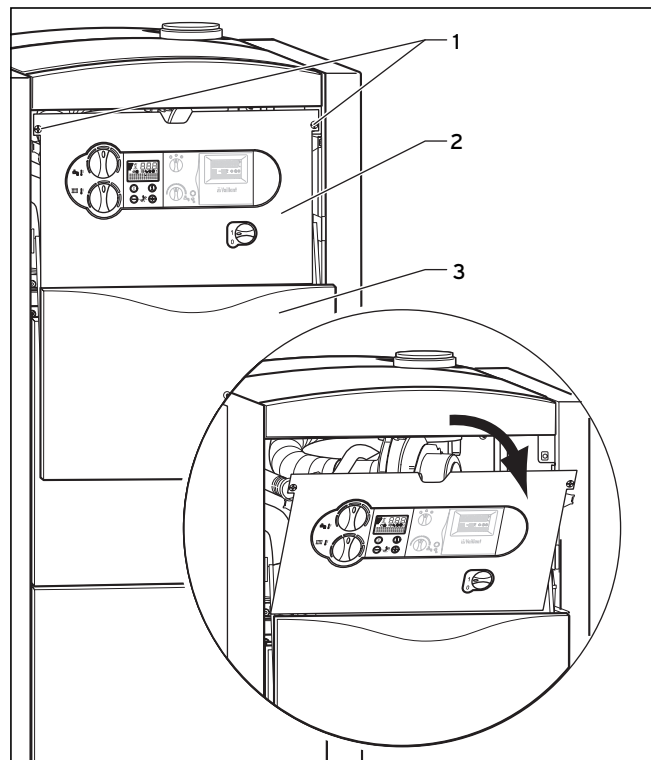

Рис. 4.1 Открыть распределительную коробку
Для подключения газовой трубы у моделей 47 kW и 65 kW необходимо демонтировать защитный щиток (рис. 4.1 (1)).